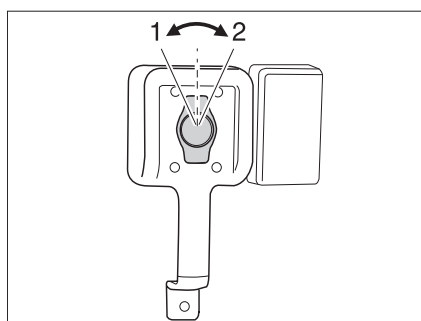
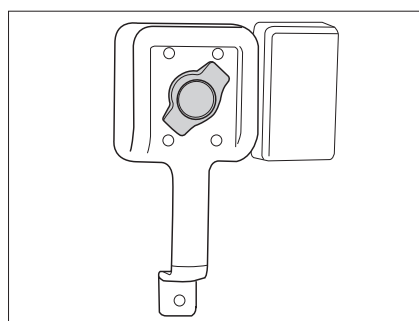

Fig. 35 Serrure de la porte cellule, à l'intérieur, ouverte
Fig. 36 Serrure de la porte cellule, à l'intérieur, verrouillée
- Tourner le bouton de la porte dans le sens inverse des aiguilles d'une montre (Fig. 35,1). La serrure de la porte est déverrouillée.
- Tourner le bouton de la porte d'environ 45° dans le sens des aiguilles d'une montre (Fig. 35,2) et le laisser dans cette position (Fig. 36).